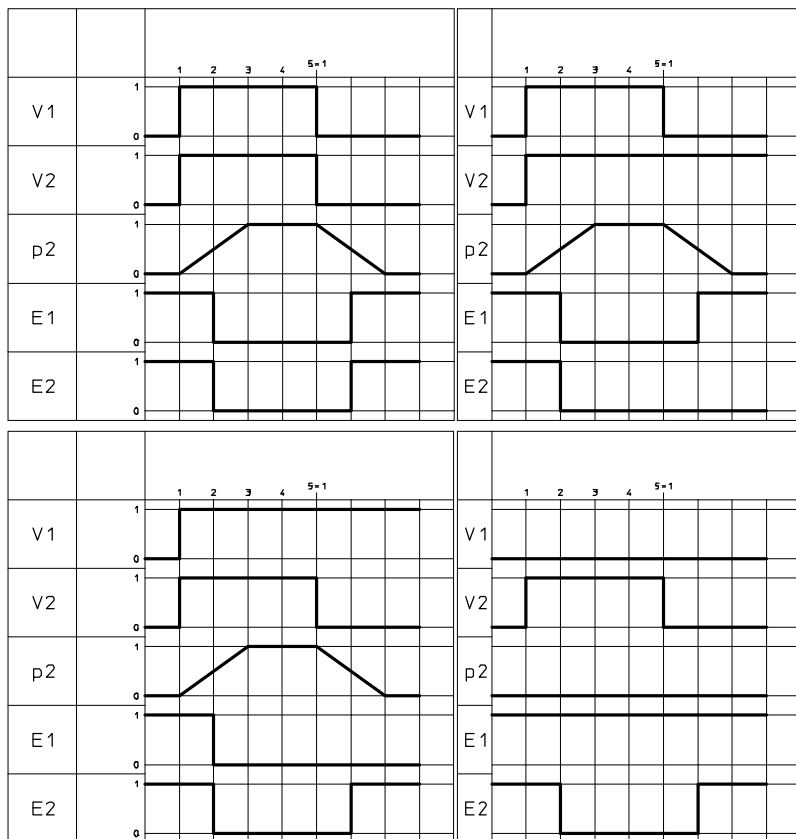
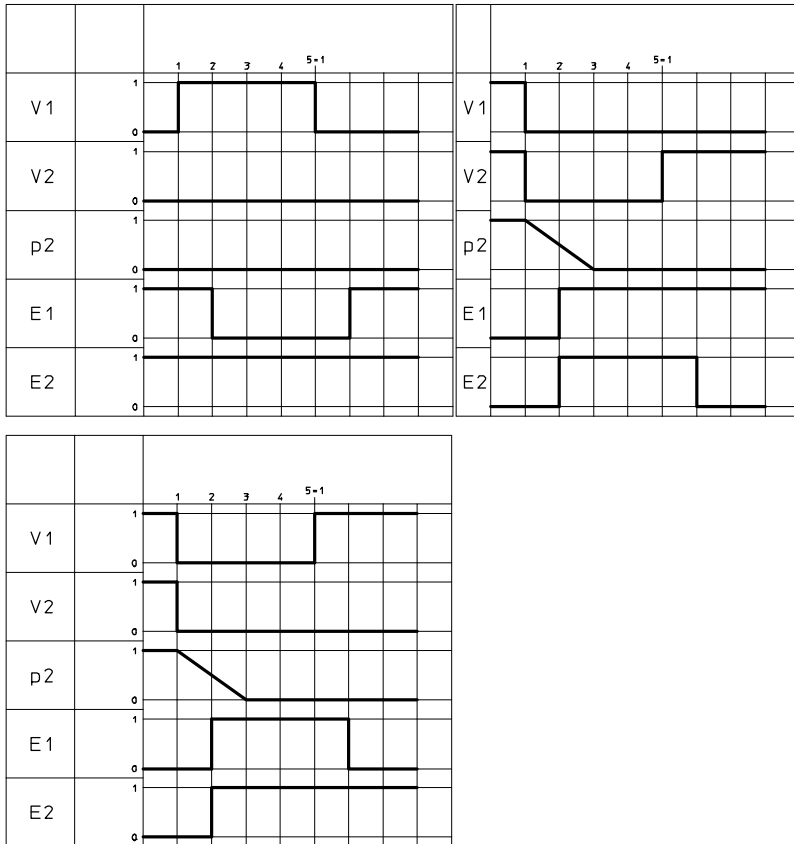

Fig. 8 Comprobación del funcionamiento, pasos 1 a 4
Fig. 9 Comprobación del funcionamiento, pasos 5 a 7
3. Para comprobar todas las combinaciones de posiciones de conmutación de las dos electroválvulas de 5/2 vías V1 y V2 del bloque de control: Evaluar las señales de los sensores de proximidad E1 y E2 (aquí: sensor de proximidad PNP) con ayuda de las siguientes secuencias de pasos (→ Fig. 8 ... Fig. 9).